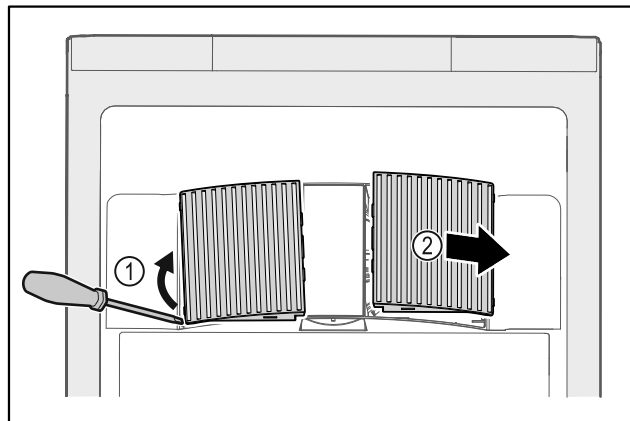

Fig. 164
- ▶ Oprezno podignite ventilatorske pokrove sa strane Fig. 164 (1) i skinite ih prema naprijed Fig. 164 (2).